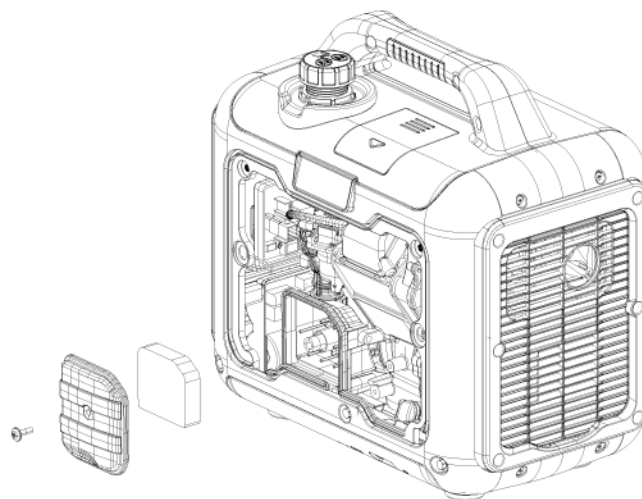

Fig. 2
- Retirez le cartouche du filtre à air (Fig. 2). Vérifiez la présence de saleté, de débris ou d'endommagements.
2, Placez l'interrupteur moteur (Fig. 2) sur la position ON (Marche).
2, Placez l'interrupteur moteur (Fig. 2) sur la position ARRÊT (O).